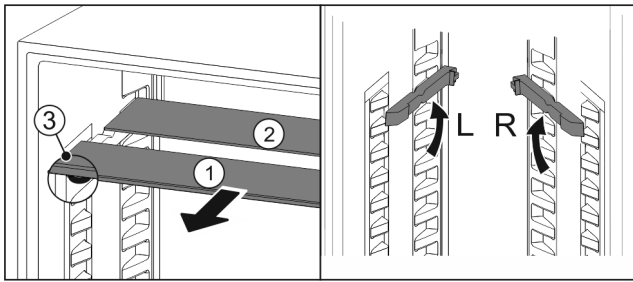

Fig. 218
- ▶ Glasplatten einzeln nach vorne herausziehen Fig. 218 (1).
- ▶ Glasplatte Fig. 218 (1) mit Zierleiste liegt vorne.
- ▶ Stopps Fig. 218 (3) zeigen nach unten.